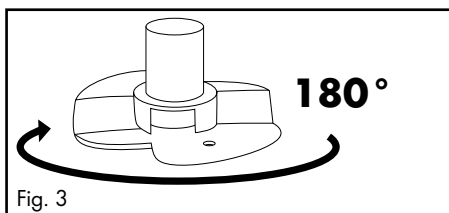
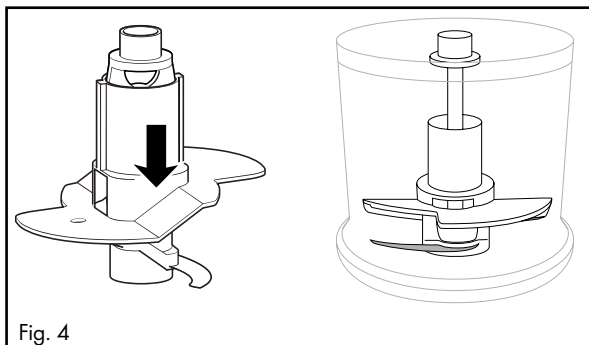

Fig. 3
Fig. 4
- Para 200 ml de nata, gire el disco emulsionador **6** horizontalmente 180° (fig. 3) de forma que solo quede encastrado sobre una cuchilla **7** (fig. 4). Con esto, el disco emulsionador **6** montará la nata desde una posición superior: